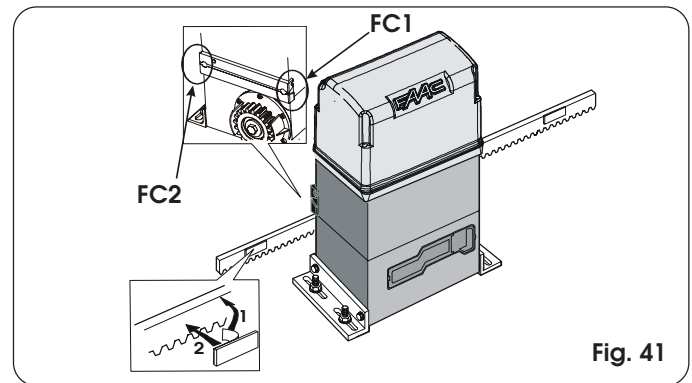
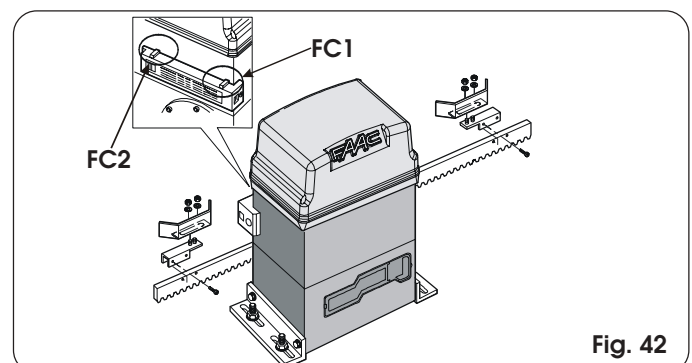

Fig. 41
Fig. 42
L'opérateur 844 est doté d'un capteur de fin de course qui, en détectant le passage d'une référence appliquée à la crémaillère, commande l'arrêt du mouvement du portail. Le dispositif peut être de type MLS (fig. 41) ou inductif (fig. 42).
- 10) Nettoyer les points d'applications sur la crémaillère, enlever la pellicule située sur la partie adhésive des aimants (fig. 41 réf. 1) et repositionner ces derniers avec la bande adhésive au contact de la crémaillère (fig. 41 réf. 2).
- 1) Assembler le fin de course en centrant la plaquette par rapport aux axes filetés du support (Fig. 42).